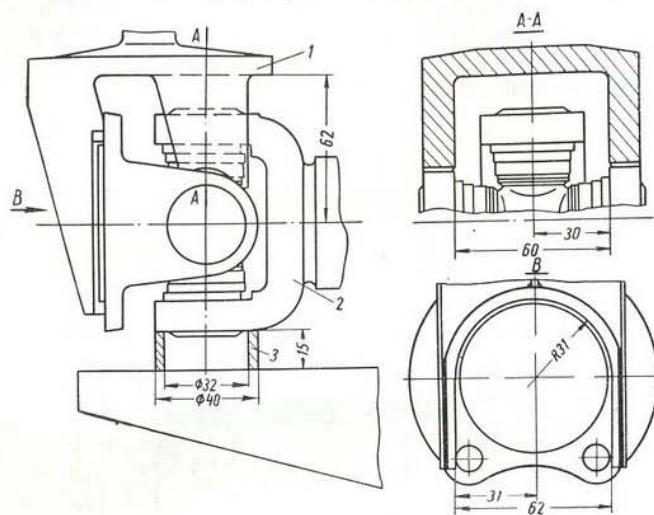

Рис. 143. Приспособление для разборки карданных шарниров:
4. Установить кардан в приспособление (рис. 143) так, чтобы нижняя проушина вилки 2, приваренной к трубе, опиралась на упор 3. При помощи пресса, нажимая на скобу 1 и вилки фланца кардана, выпрессовать стакан игольчатого подшипника из нижней проушины. Затем повернуть кардан на 180°, установить его снова в приспособление и таким же способом выпрессовать стакан второго подшипника той же вилки.